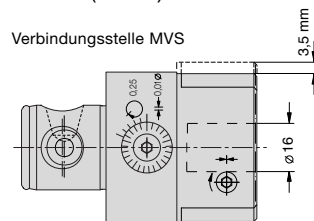

Bild 1
- Maschinenseitig ausgerüstet mit Wohlhaupter-**MVS**-Verbindungsstelle (Bild 1)